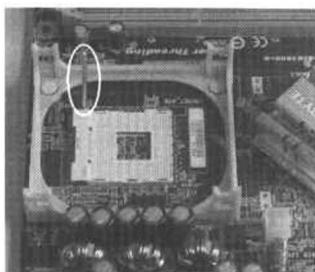

图 1-10 CPU 插槽侧面的手柄拉起后的效果
- ③ 将 CPU 插槽侧面的手柄拉起后的效果如图 1-10 所示。